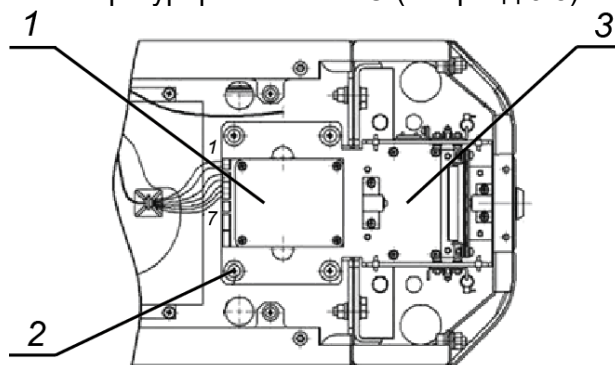

Рисунок 15. Механизм картоприемника
Для переустановки механизма картоприемника (3, рис. 15) необходимо выполнить следующие действия (номера позиций даны в соответствии с рис. 2), если не указано отдельно):
8. Демонтируйте механизм картоприемника (3, рис. 15) – крепится четырьмя винтами М5×20 (2, рис. 15) – и установите его на противоположную сторону, закрепив на основании этими же винтами.